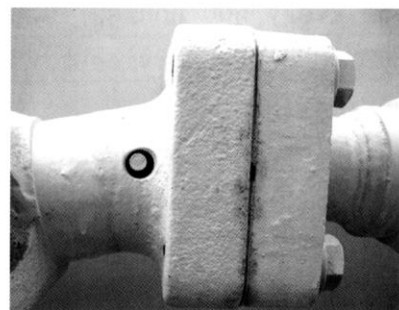

Рис. 4-5.
- 7) Шарнирное соединение раскоса (прямой перекашиваемый отвал) (Рис. 4-5~6).